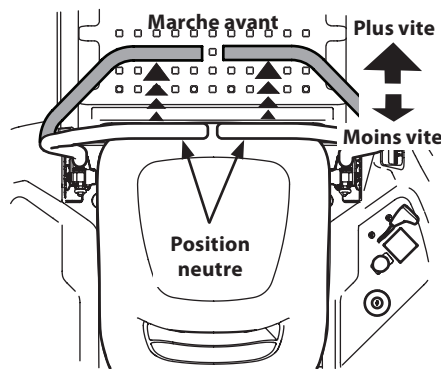

Figure 3-4
1. Poussez les barres de conduite lentement et graduellement vers l'avant. L'appareil commencera à avancer. Voir Figure 3-4.